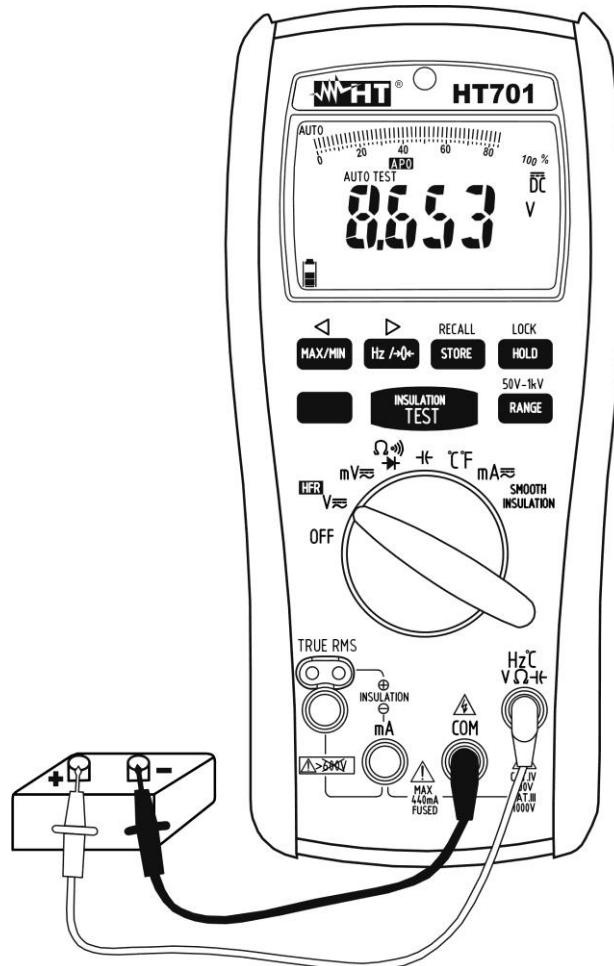

Fig. 2 : Utilisation de l'instrument pour mesure de tension DC
4. Insérer le câble rouge dans l'entrée du jack $Hz^{\circ}CV\Omega$ et le câble noir dans l'entrée du jack **COM** (voir la Fig. 2).
7. L'affichage du symbole « - » sur l'écran de l'instrument indique que la tension a une direction opposée par rapport à la connexion de Fig. 2.